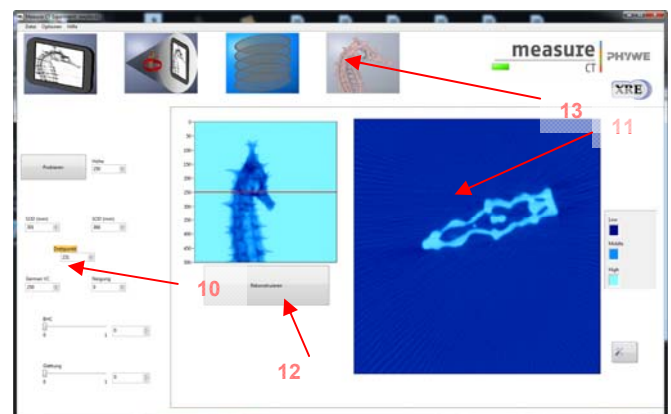

Abb. 4: Screenshot im Modus „Rekonstruktion“
3. Modus „Rekonstruktion“, Abb. 4